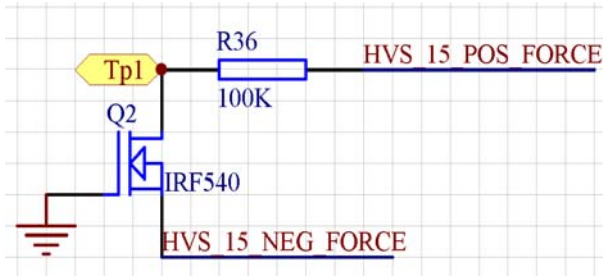

图 12.1 HVS 测试线路图
(1) 示例线路如下图 12.1:
HVS 为高压源，如上图 12.1 所示，本示例选用 NMOS 管 IRF540 测量其 BVDSS，MOS 管的 D 级接 HVS 的 POS\_FORCE，S 级接 HVS 的 NEG\_FORCE，通 250UA 的电流，测 MOS 管的 VDS，在 HVS 的 POS 端接匹配的电阻，能消除 HVS 的纹波，使测量准确。